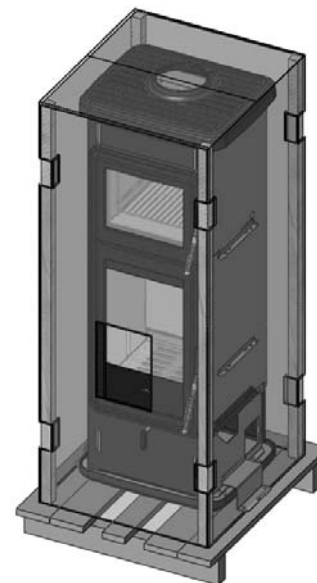

Figura 1 - Imballo stufa Sava
- uno contiene la stufa (figura 1)